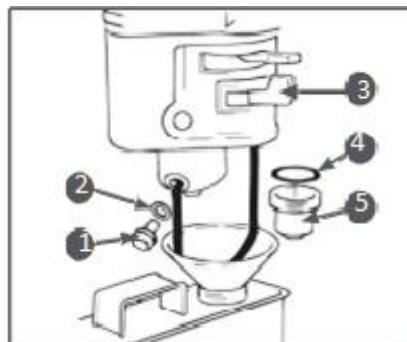

Рис. 25 Обслуживание фильтра отстойника T-60, T-80, T-90, T-100 1. Болт; 2. Шайба; 3. Рычаг топливного крана; 4. Кольцо уплотнительное; 5. Стакан отстойника
1. Установите рычаг топливного крана 3 (Рис. 25) в положение «ЗАКРЫТО».
3. Открутите болт 1 сливного отверстия и слейте топливо из поплавковой камеры карбюратора (Рис. 25).
4. Открутите стакан отстойника 5, вылейте из него топливо в заранее подготовленную емкость (Рис. 25).